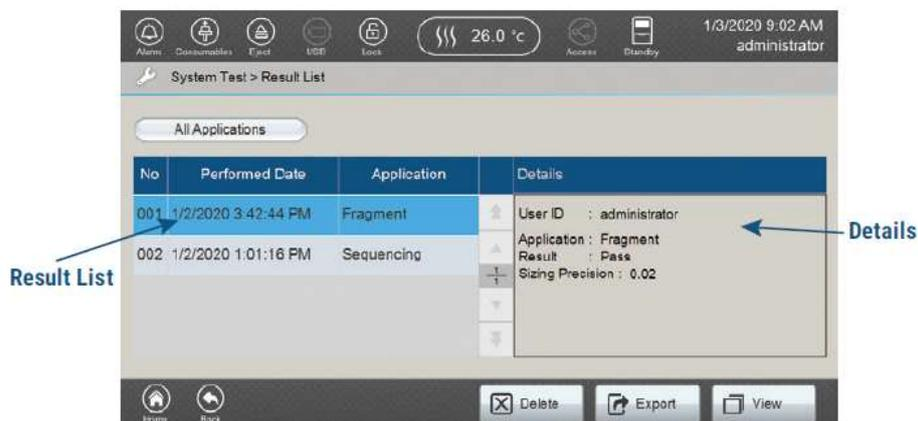

図 211 Fragment の System Test を選択した Result List 画面
2. 確認したい system test を選ぶと、「Result List」画面に選んだ system test の詳細が表示されます。(図 211)
7. Result List 画面 (図 211) から **Export** を選ぶのと同じ方法で、**Export** を選択すると、PDF ファイルで system test のレポートをエクスポートできます。